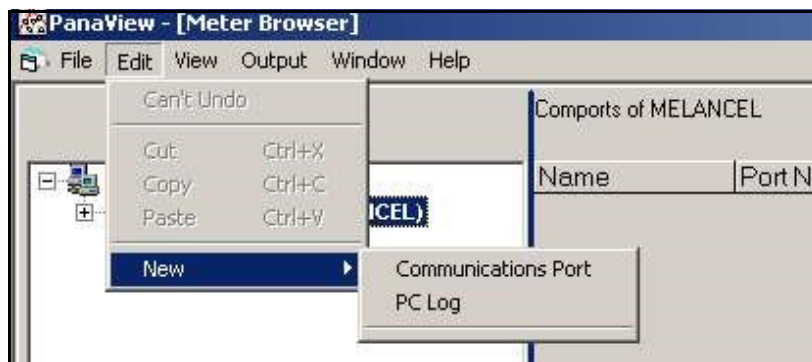

Figura 77: Menu Editar
3. Clique na opção do menu "Novo" para abrir um submenu com duas escolhas (consulte *Figura 77* abaixo).